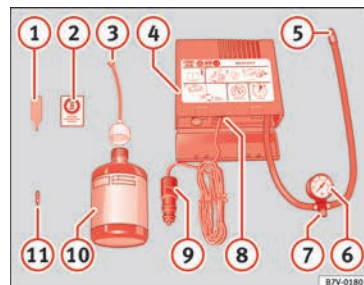

Abb. 48 Prinzipdarstellung: Bestandteile des Pannensets
- Ventilkappe und Ventileinsatz vom Reifenventil abschrauben. Verwenden Sie den Ventileinsatzdreher » Abb. 48 ① zum Heraus-schrauben des Ventileinsatzes. Legen Sie den Ventileinsatz auf einem sauberen Untergrund ab.
- Reifendichtmittelflasche kräftig schütteln » Abb. 48 ⑩.
- Schrauben Sie den Einfüllschlauch » Abb. 48 ③ auf die Dichtmittelflasche. Die Folie am Verschluss wird automatisch durchstoßen.
- Verschlussstopfen vom Einfüllschlauch » Abb. 48 ③ entfernen und das offene Ende ganz auf das Reifenventil stecken.
- Ventileinsatz mit dem Ventileinsatzdreher » Abb. 48 ① wieder in das Reifenventil schrauben.
- Reifenfüllschlauch » Abb. 48 ⑤ des Luftkompressors fest auf das Reifenventil schrauben.
- Prüfen, ob die Luftablassschraube » Abb. 48 ⑦ zuge dreht ist.
- Stecker » Abb. 48 ⑨ in die 12 Volt-Steckdose des Fahrzeugs stecken » Seite 125.
- Luftkompressor mit dem EIN- und AUS-Schalter » Abb. 48 ⑧ einschalten.